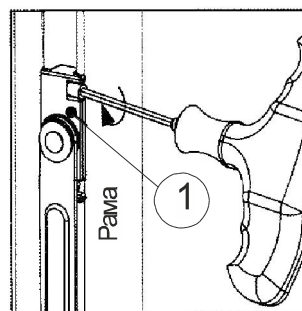

Рис. 2
2. Вставить элемент (1) ограничителя в фурнитурный паз рамы (рис.2), выдержав расстояние $A = 130$ мм закрепить 2-я винтами